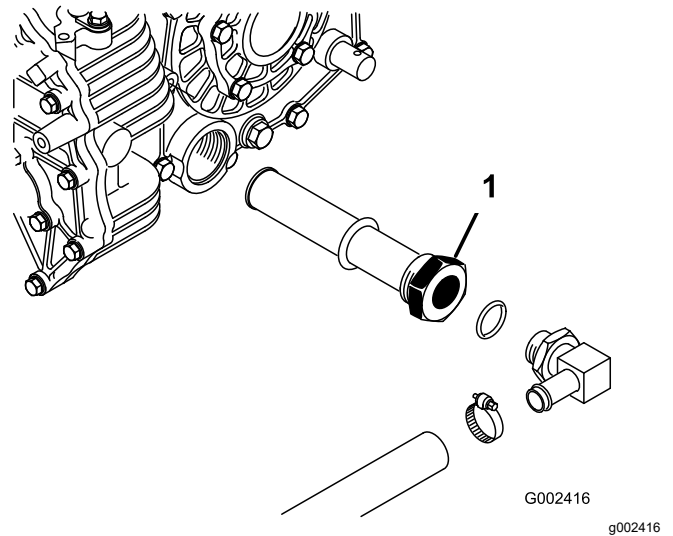

**Рисунок 69**
4. Снимите сливную пробку с боковой стороны резервуара и дайте гидравлической жидкости стечь в сливной поддон (Рисунок 69).